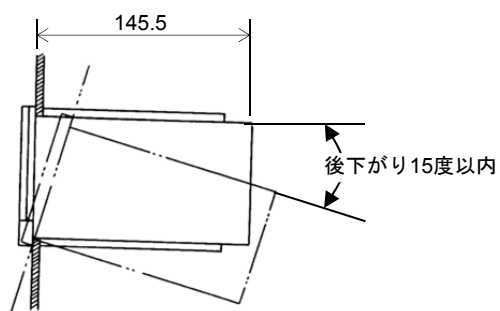
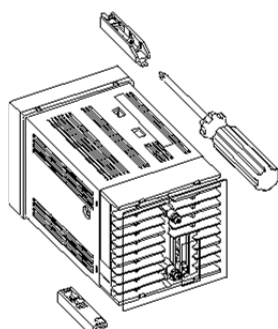

図24 取付角度
図25 取付方法
(1) パネル表面取付
- ① 取付角度は、水平位置から後下りで15度以内としてください(図24)。
- ② 本体ケースをパネル穴から差し込みます。
- ③ 付属の金具により、本体の上・下面を固定します(図25)。